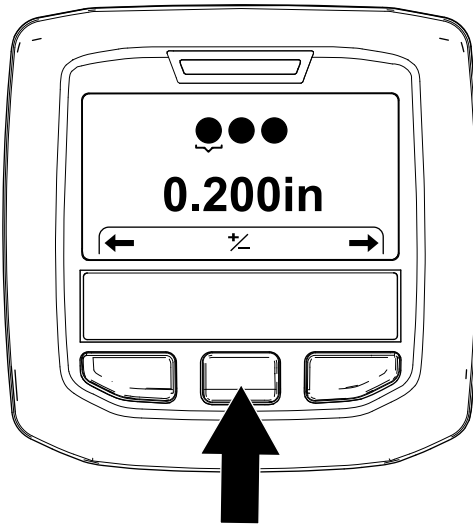

Bild 58
3. Drücken Sie die rechte InfoCenter-Taste, bis der Bildschirm zum „Einstellen des Tines-Durchmessers“ angezeigt wird (Bild 58).